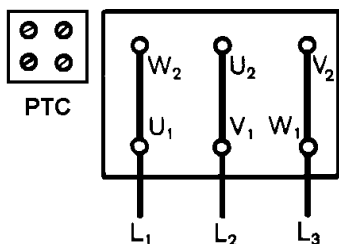

Fig. 4a
- Das Anschlußschema für den Elektroanschluß befindet sich im Klemmenkasten (siehe auch Fig. 4a, b).